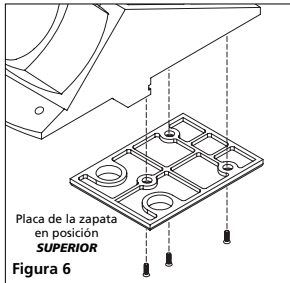

Figura 6
3. Retire la placa de la zapata; coloque la zapata nueva o la alternativa. Asegúrese de que la zapata se encuentre en la posición superior cuando la sujete (ver figura 6).